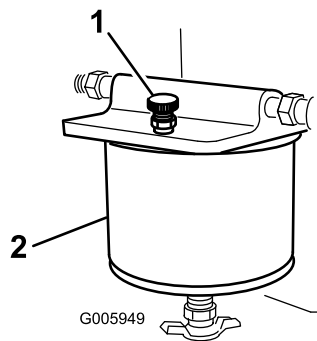

Figure 33
3. Ouvrez la vis de purge en haut du filtre pour permettre au carburant de s'écouler dans la cuvette (Figure 33).